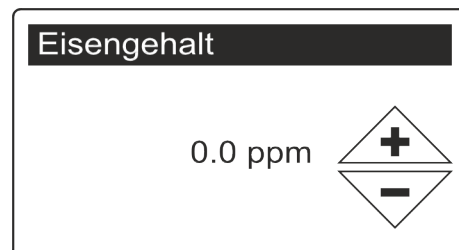

Abb. 20: Eisengehalt einstellen
1. ➔  oder  betätigen, bis der Eisengehalt des Rohwassers eingestellt ist (Abb. 20).